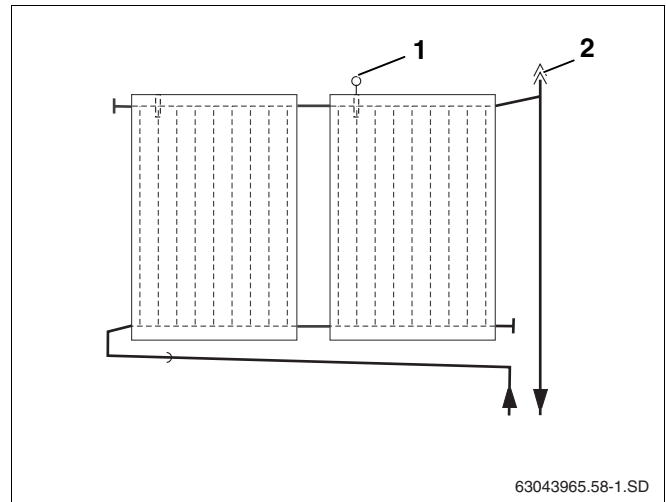

Fig. 34 Vista del acumulador de aire con purgador para la conexión de impulsión
Si se desea purgar la instalación solar con un purgador autom. (accesorio) en el punto más alto del equipo, es necesario colocar la tubería de impulsión con pendiente hacia el purgador (fig. 34, **pos. 2**) y la tubería de retorno con pendiente hacia el campo de colectores (fig. 34).